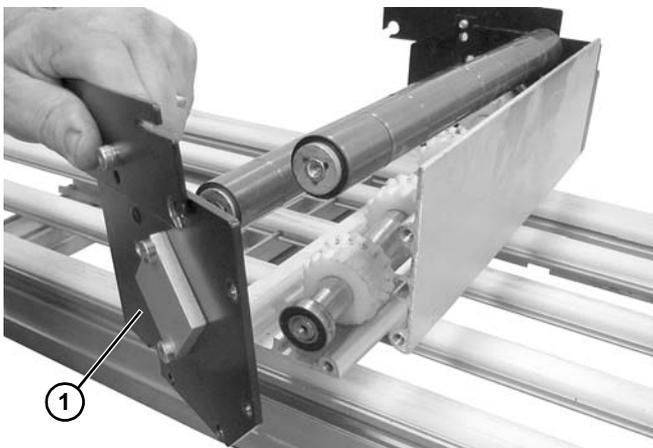

Abbildung 51
8. Seitenplatte (**Abbildung 51, Teil 1**) entfernen.